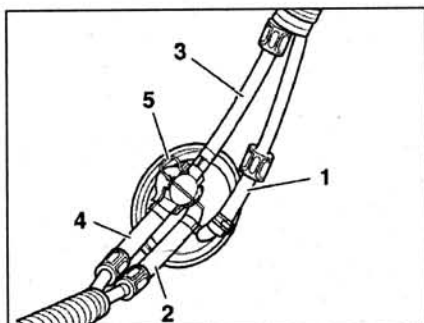

Рис. 1.129. Отсоедините пружинный фиксатор 5. Отсоедините топливопроводы 1 и 2 от переходников.
1. Отсоедините пружинный фиксатор 5 (рис. 1.129). Снимите регулиро-